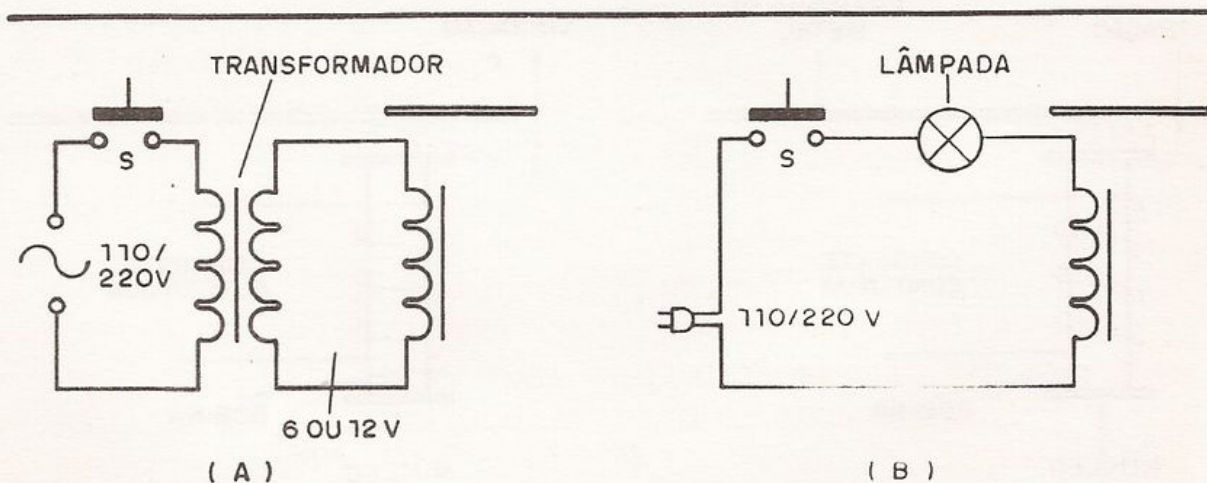

figura 2
- Alimentar com um transformador de 6 ou 9 volts., conforme mostra a **figura 2(a)** e
- Ligar em série um dispositivo redutor de corrente, como uma lâmpada, mostrada na **figura 2(b)**.